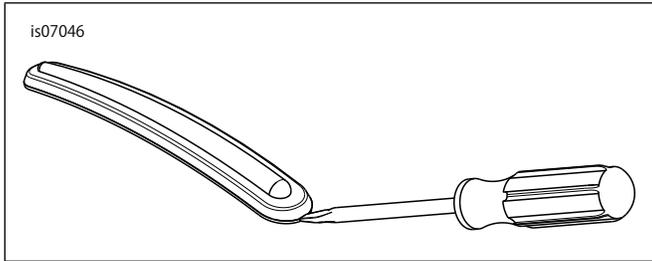

図1. フェンダートリムストリップの取り外し
- b. 「図1」を参照してください。クロームベゼルとラバートリムストリップの間にドライバーの先端を挿入します。